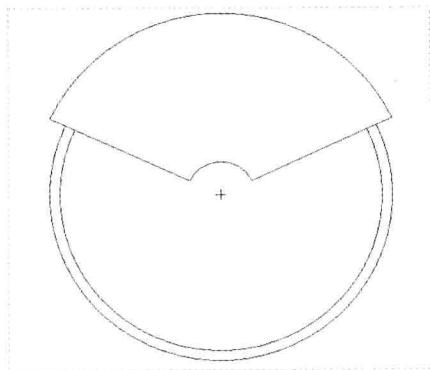

图 3-42 图形文件
Step 01 按【Ctrl+O】组合键，打开图形文件，如图 3-42 所示，在“功能区”选项板的“草绘”选项卡中，单击“尺寸”面板中的“法向”按钮.